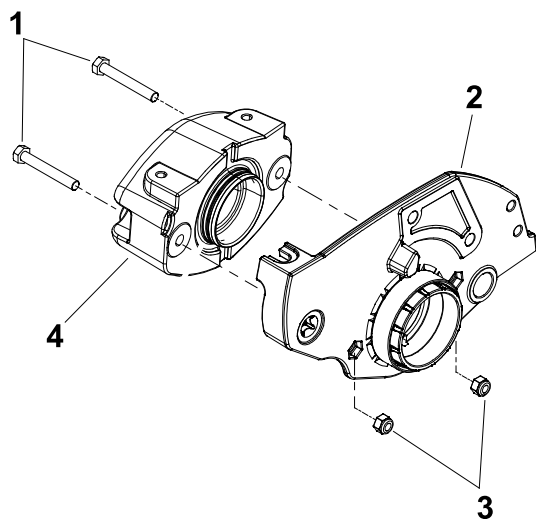

Figure 16
15. Utilisez les vis et les écrous hexagonaux pour fixer la masse à la plaque latérale droite (Figure 16).